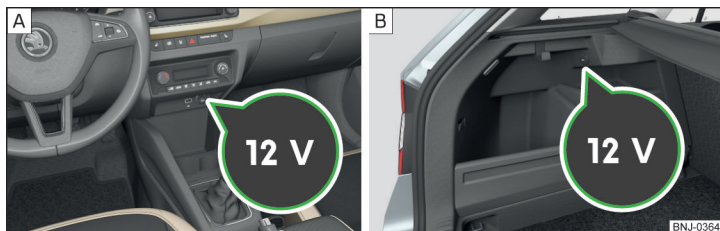

Fig. 96 Cubierta del enchufe de 12 voltios: en la parte central del tablero de instrumentos / en el maletero
- Para el **uso**, retirar la tapa del enchufe » fig. 96 - **A** o abrir la tapa del enchufe » fig. 96 - **B**.